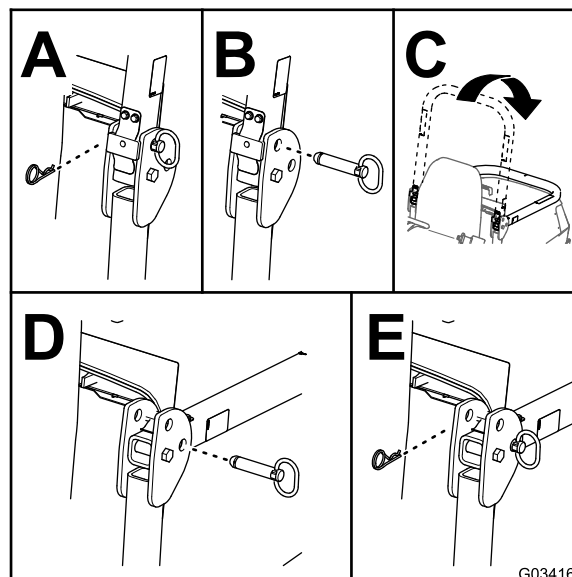

Figura 30
2. Togliete le coppiglie e i perni dal roll bar (Figura 30).
3. Abbassate il roll bar e fissatelo in posizione con i perni e le coppiglie (Figura 30).